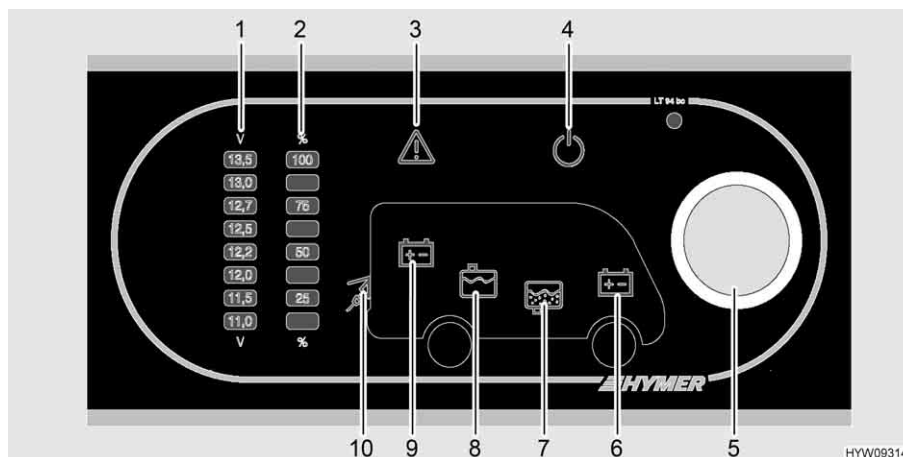

Fig. 104 Pannello di controllo (LT 94)
Il pulsante a rotazione (Fig. 104,5) inserisce o disinserisce il pannello di controllo e l'alimentazione a 12 V dell'abitacolo.
Accensione: ■ Premere il pulsante a rotazione (Fig. 104,5): L'alimentazione a 12 V dell'abitacolo è inserita. La spia di controllo a 12 V (Fig. 104,4) diventa verde.
Spegnimento: ■ Premere il pulsante a rotazione (Fig. 104,5): L'alimentazione a 12 V dell'abitacolo è disinserita. La spia di controllo a 12 V (Fig. 104,4) si spegne.
Mediante il pulsante a rotazione (Fig. 104,5) si possono interrogare sia la tensione della batteria dell'abitacolo che la tensione della batteria di avviamento. La tensione viene visualizzata sulla scala indicatore per la tensione della batteria (Fig. 104,1).
- Ruotare il pulsante a rotazione (Fig. 104,5), finché si accende il simbolo della batteria della quale deve essere interrogata la tensione.
Viene indicata la tensione della batteria dell'abitacolo (Fig. 104,9)
Viene indicata la tensione della batteria di avviamento (Fig. 104,6)
- Leggere la tensione sulla scala indicatore della tensione della batteria (Fig. 104,1).
Mediante il pulsante a rotazione (Fig. 104,5) si possono interrogare sia il livello del serbatoio dell'acqua che il livello del serbatoio delle acque grigie. Il livello viene visualizzato sulla scala indicatore livello dei serbatoi (Fig. 104,2).
- Ruotare il pulsante a rotazione (Fig. 104,5), finché si accende il simbolo del serbatoio del quale deve essere interrogato il livello.
Viene indicato il livello del serbatoio dell'acqua (Fig. 104,8)
Viene indicato il livello del serbatoio delle acque grigie (Fig. 104,7)
- Leggere il livello sulla scala indicatore del livello serbatoio (Fig. 104,2).
La spia luminosa Alarm (Fig. 104,3) lampeggia non appena i valori limite fissati vengono superati per eccesso o per difetto.
La spia luminosa Alarm (Fig. 104,3) lampeggia non appena la tensione della batteria scende al di sotto di 11 V. Se l'alimentazione a 12 V è accesa, si accende anche il relativo simbolo della batteria (Fig. 104,6 o 9), e l'indicatore "11,0" sulla scala indicatore della tensione della batteria (Fig. 104,1) lampeggia. Rischio di uno scaricamento totale della batteria.
La spia luminosa Alarm (Fig. 104,3) lampeggia ed il relativo simbolo del serbatoio (Fig. 104,7 o 8) si accende non appena il serbatoio dell'acqua è vuoto o il serbatoio delle acque grigie è pieno.
La spia di controllo a 230 V (Fig. 104,10) si accende quando all'ingresso della centralina elettrica è presente una tensione di rete.